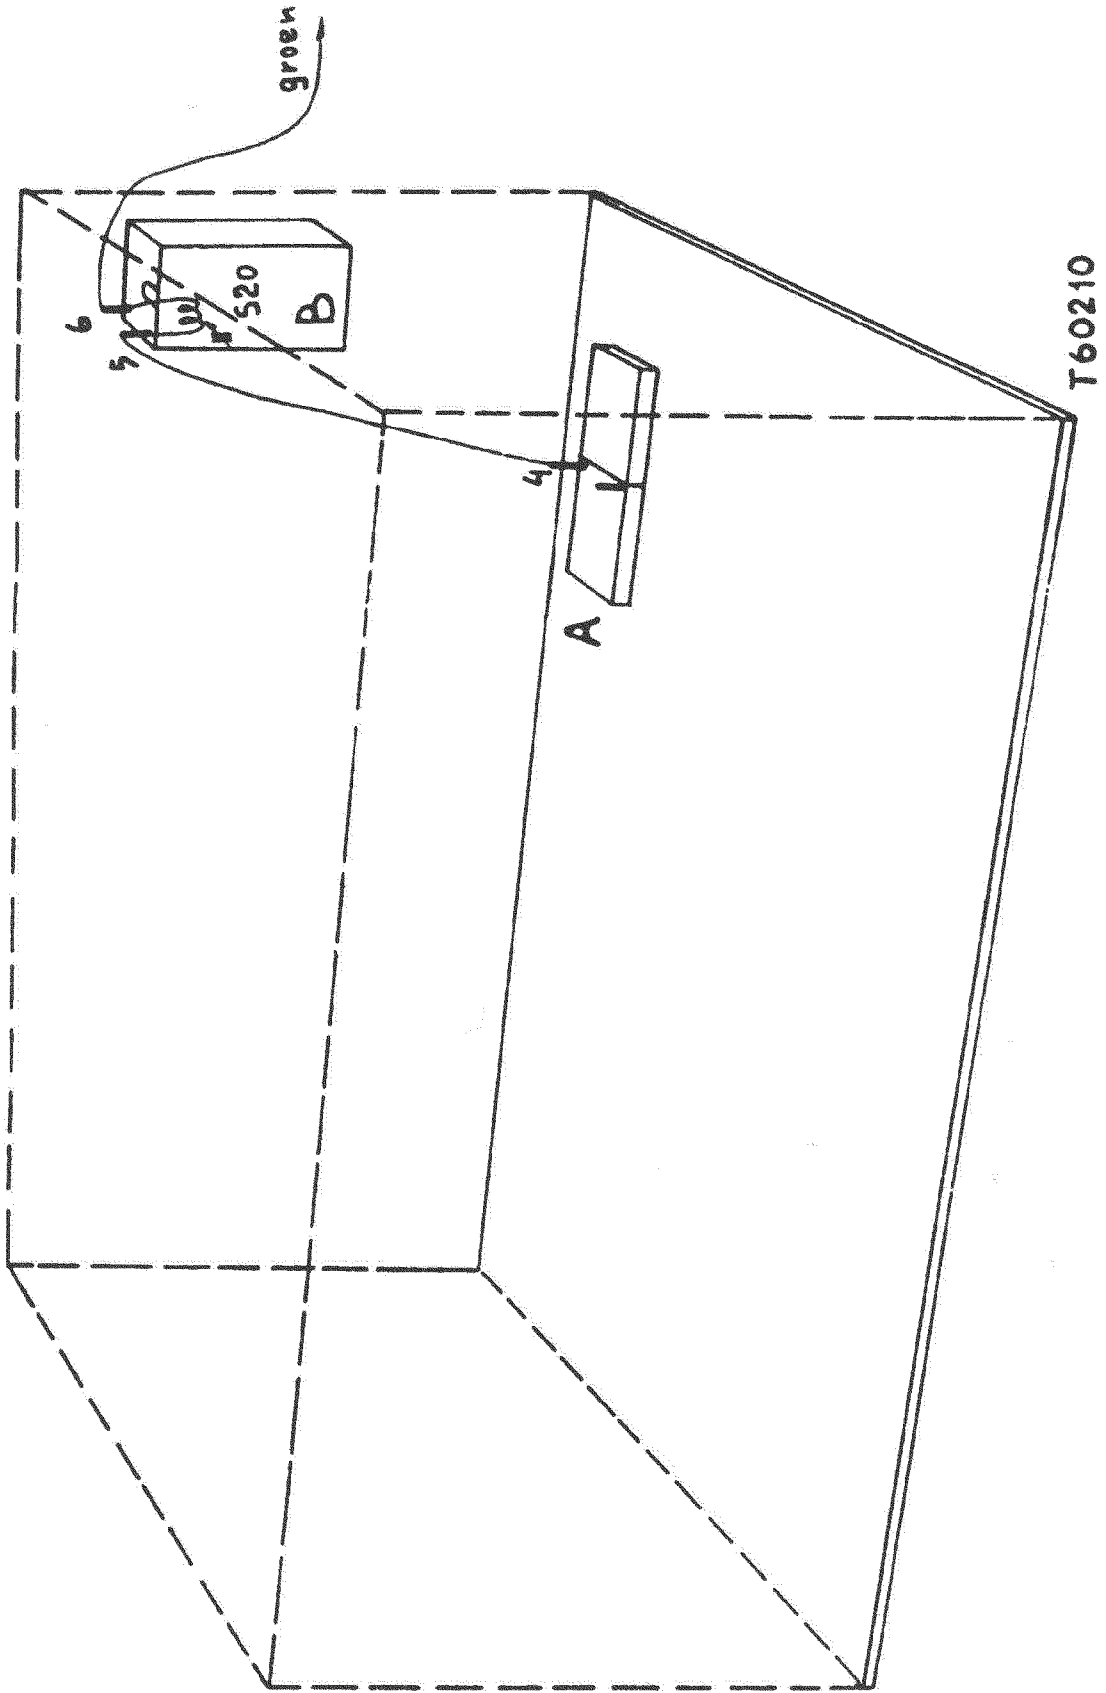

Fig. 8
7. Voorzie de 10 K.K. van rubbertules (die uit de 4 K.K. kunnen worden gebruikt). Soldeer de groene draad aan het spoeltje S20 zie fig. 8.